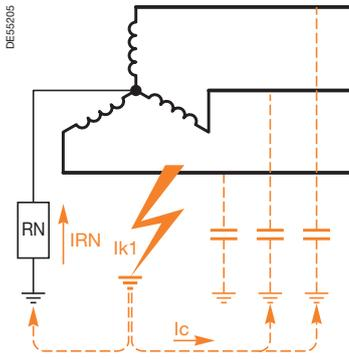

Fig. 8. Puesta a tierra con neutro accesible: resistencia entre neutro y tierra.
- Si el punto neutro es accesible (bobinados conectados en estrella con un neutro accesible), la resistencia de la puesta a tierra se puede conectar entre el neutro y la tierra (fig. 8) o a través de un transformador monofásico con una carga resistiva equivalente en el bobinado secundario (fig. 9).